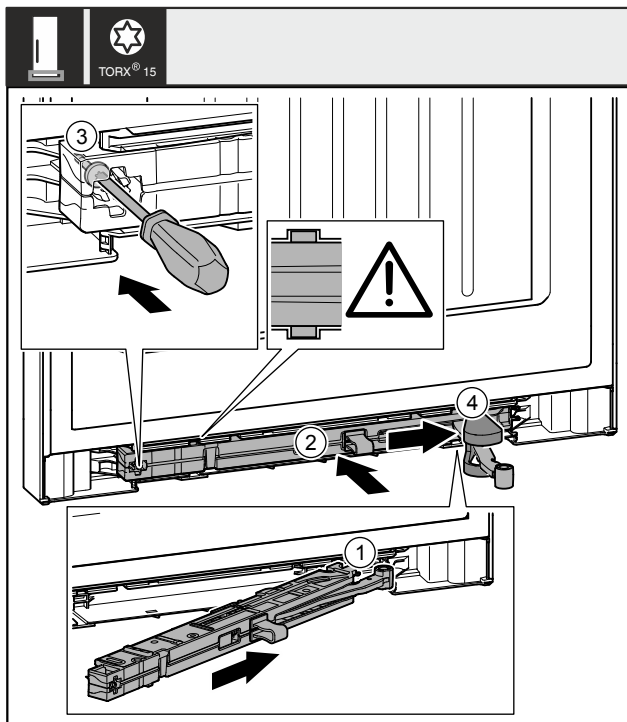

Fig. 53
- ▶ Côté support de palier, pousser l'unité d'amortissement de fermeture Fig. 53 (1) jusqu'en butée de biais dans l'évidement.
- ▶ Pousser complètement l'unité d'amortissement de fermeture Fig. 53 (2) dans l'évidement.
- ▶ Serrer la vis Fig. 53 (3) avec un tournevis.
- ▶ Pousser le cache Fig. 53 (4) sur la jointure.